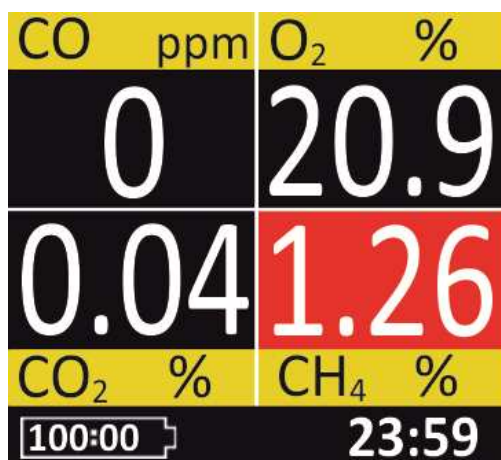

Рисунок 9 – Дисплей прибора в режиме превышения ПДК на измерительном канале метана
3.4.3 В случае превышения порогов срабатывания фон измерительного канала, на котором произошло превышение станет красного цвета (рисунок 9), панель "CardioLight" начнет мигать красным цветом, включится звуковая и вибросигнализация.